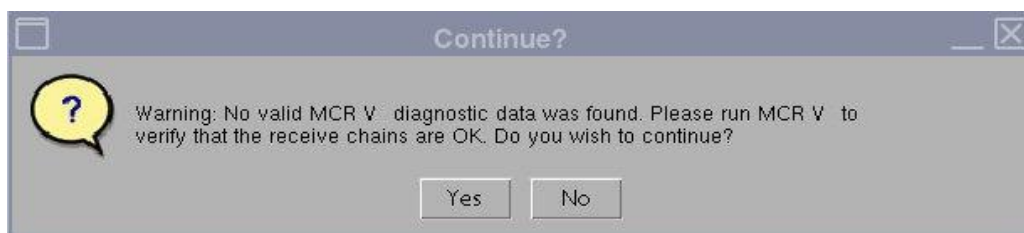

Figura 2
***Advertencia:** Si aparece una advertencia «No valid MCR-V (or MCR2/3)» (MCR-V no válido [o MCR2/3]) (Figura 2), seleccione [Yes] (Sí) y continúe con la prueba. Los diagnósticos MCR-V se deben ejecutar antes de entregar el sistema al cliente.*